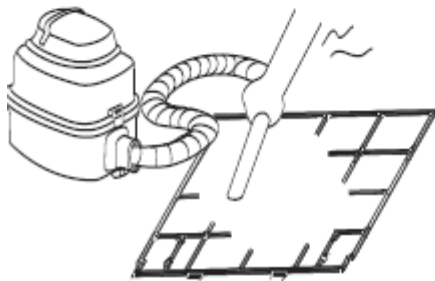

Fig.G3
4. Partea laterală trebuie să fie cu fața în sus când se folosește aspiratorul. (A se vedea Fig.G3)